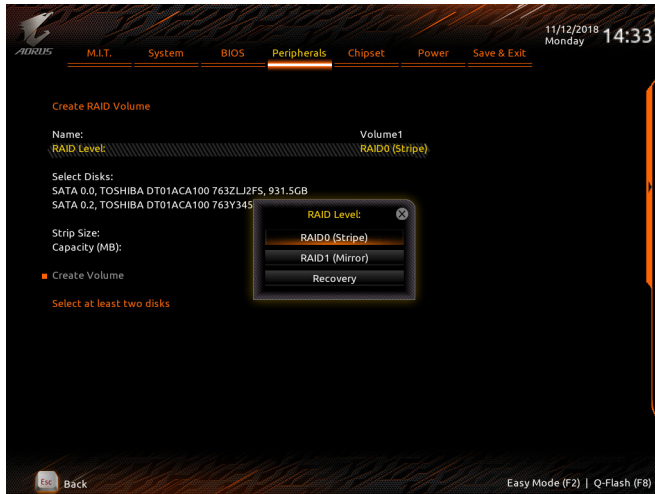

図 8
Intel(R) Rapid Storage Technology メニューにおいて、**Create RAID Volume** で <Enter> を押して **Create RAID Volume** 画面に入ります。Nameの項目の下に1~16文字(特殊文字は使用できません)のボリューム名を入力し、<Enter>を押します。次に、RAID レベルを選択します(図8)。サポートされるRAIDレベルにはRAID 0、RAID 1、RAID 10、とRAID 5が含まれています(使用可能な選択は取り付けられているハードドライブの数によって異なります)。次に、下矢印キーを用いて **Select Disks** に移動します。